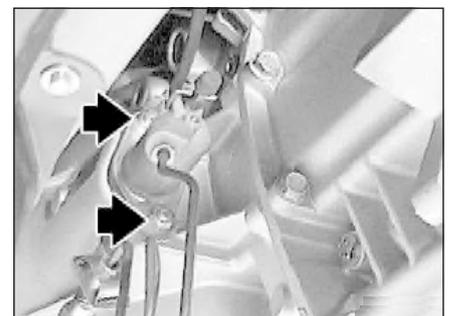

Рис. 7.9. Рабочий цилиндр.
- **Не прикасаясь более к педали сцепления**, отвернуть гайки крепления (стрелки, рис. 7.9), снять рабо-